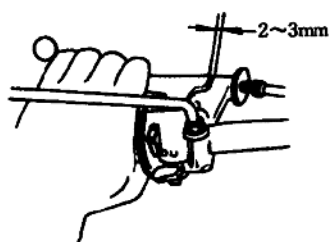

图 1-2 离合器握把自由行程
(5) 检查离合器握把自由行程量,如图 1-2 所示。该处自由行程量一般为 2~3mm。检查时,起动发动机,支起中间支架使后轮悬空,然后挂档使后轮旋转。此时若握紧离合器握把,后轮逐渐停了下来,